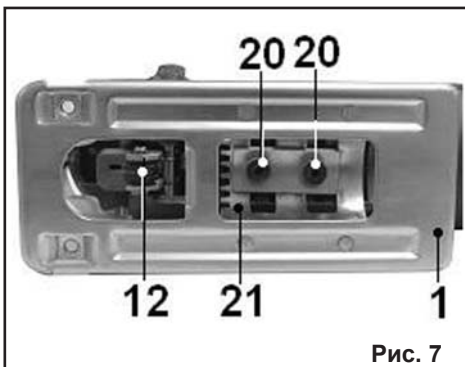

Рис. 7
7.5. Наклон подошвы (Рис. 7). Для моделей ЛЭ-600/60Э, ЛЭ-600/60ЭМ и ЛЭ-750/80Э.